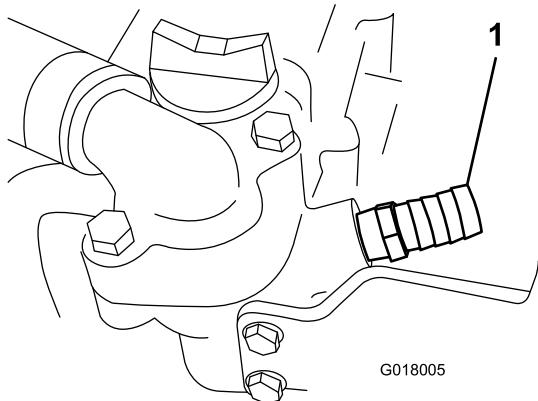

Figura 20
- 2. Posizionate una bacinella di spurgo. Togliete il tappo sotto e davanti al vano del termostato, applicate del sigillante per tubi ai filetti nel raccordo diritto da 5/8 poll. e installate sull'unità (Figura 20).